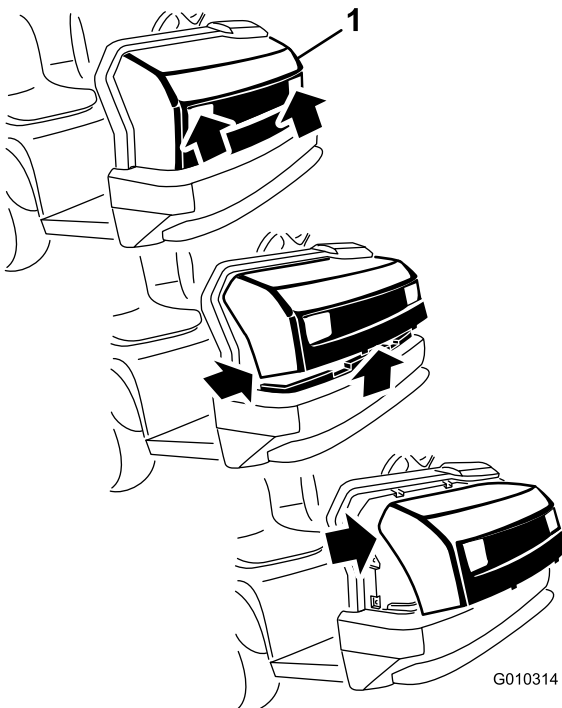

Bild 38
1. Fassen Sie die Motorhaube in den Scheinwerferöffnungen an und heben sie an, um die unteren Befestigungsnasen aus den Rahmenschlitzten zu heben (Bild 38).
2. Drehen Sie die Unterseite der Motorhaube nach oben, bis Sie die oberen Befestigungsnasen aus den Rahmenschlitzten ziehen können (Bild 38).
3. Drehen Sie die Oberseite der Motorhaube nach vorne und ziehen Sie die Kabelanschlüsse von den Scheinwerfern ab (Bild 38).